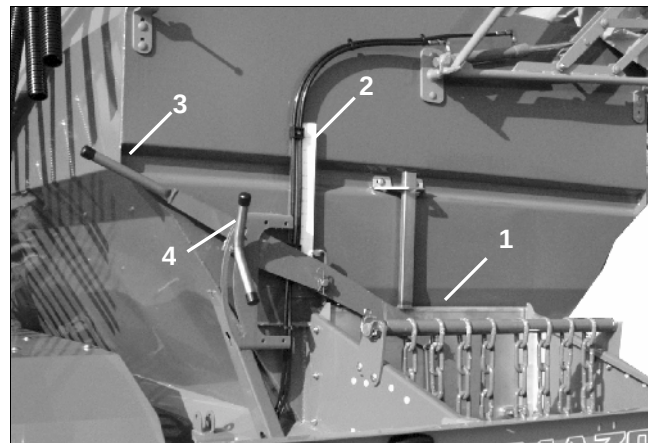

Fig. 28
- **Hauptschieber** (Fig. 28/1):
Der Hauptschieber wird mit einem Handhebel (Fig. 28/3) eingestellt.
Der Handhebel (Fig. 28/3) ist mit einer Klemmschraube (Fig. 28/4) arretiert, die vor jeder Verstellung zu lösen und anschließend wieder fest anzuziehen ist. Die Stellung des Schiebers (Fig. 28/1) wird auf der Skala (Fig. 28/2) angezeigt.